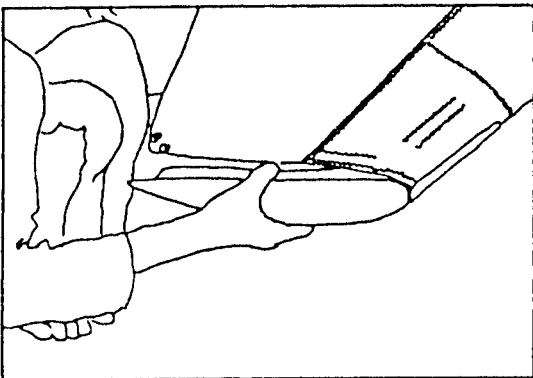

Figure 39
- 22) BEFESTIGE DIE STROMLIENIENFÖRMIGEN KUNSTSTOFFFLÜGELENDE AN DEN SEGELENDEN (FIGURE 39,40). FLIEGE NIEMALS OHNE DIESE FLÜGELENDE, DA SICH DADURCH DIE FLUGEIGENSCHAFTEN DES GLEITERS VERÄNDERN .